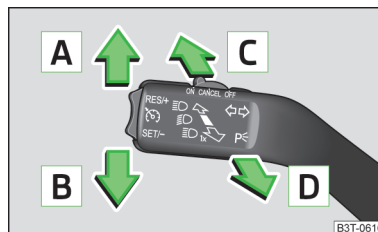

Fig. 50
- Tire de la palanca de intermitente y luz de carretera (» fig. 50 de la página 73) hacia el volante, desplácela hacia abajo y manténgala en esa posición.
Posiciones de la palanca de mando » fig. 50